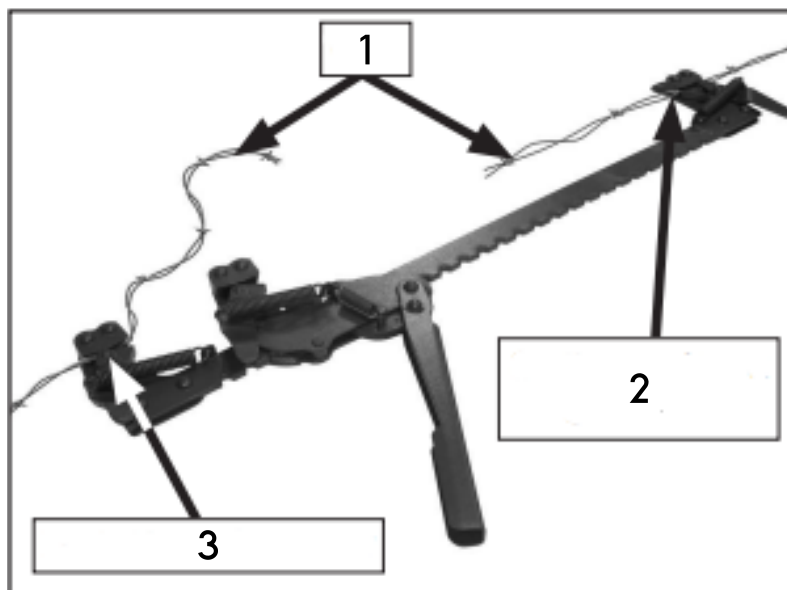

Abbildung 5
- Klemmen Sie einen der Drähte in den starren Haken der Klemmbacke ein. Klemmen Sie den anderen Draht in den beweglichen Hebel der Klemmbacke ein (Abb. 5).